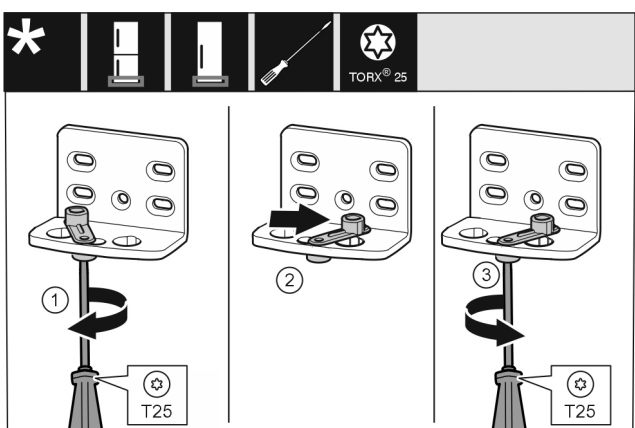

Fig. 17 *
- ▶ Vijake Fig. 17 (1) rahlo privijte z izvijačem.*
- ▶ Privzdignite pripomoček za zapiranje vrat Fig. 17 (2) in ga v luknji zavrtite za 90° v desno.*
- ▶ Zategnite vijak Fig. 17 (3) z izvijačem.*